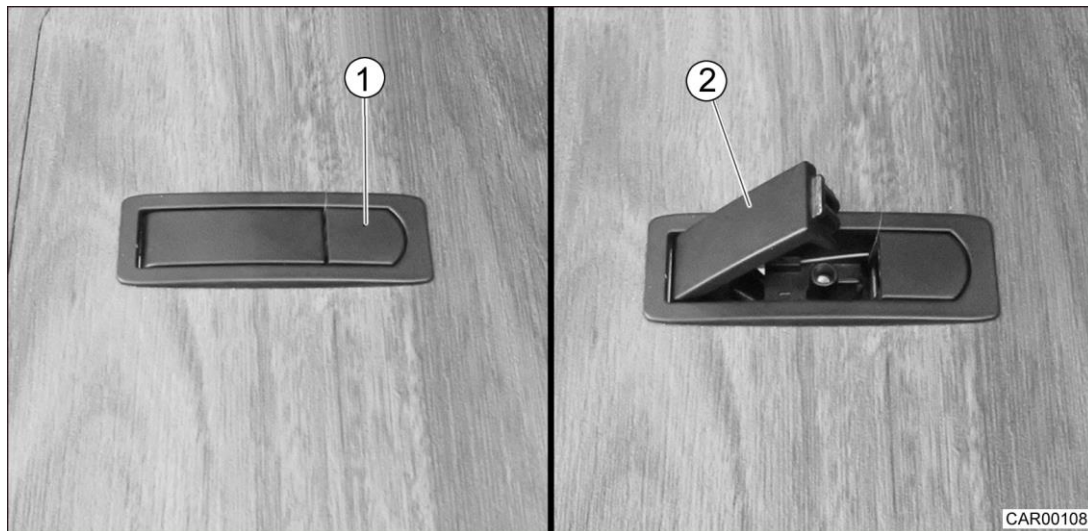

Fig. 96 Fermeture à levier du rangement profondément décaissé
1. Appuyer sur le bouton de déverrouillage (Fig. 96/1). Le levier à poignée (Fig. 96/2) s'ouvre.
1. Fermer la trappe et enfoncer le levier à poignée (Fig. 96/2) avec la main ou le pied jusqu'à ce qu'il encliquette.